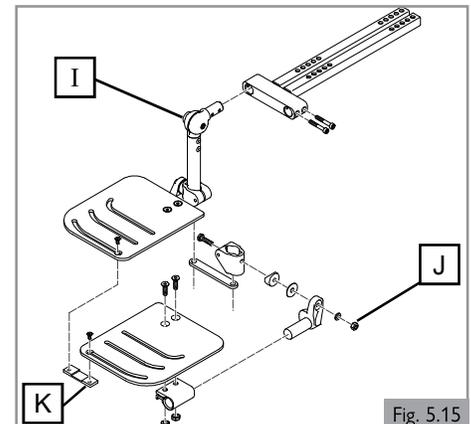

Fig. 5.15
5.10 Reposapiés del soporte central ajustable en ángulo (Fig. 5.15)